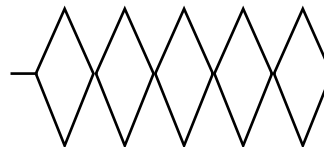

Fig. 4-7
③ Fig. 4-7 shows the normal RF waveform in REV mode (capstan feed).
③ 図4-7は、REVモード（キャプスタン送り）時のRF通常波形です。